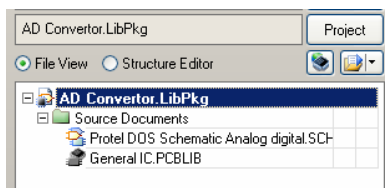

图 5.39 添加的两个文件
(16)在“打开”对话框的“文件类型”下拉列表中选择“Any File *.*”,然后按住“Ctrl”键,选择导出的元件库文件“General IC.PCBLib”和“Protel DOS Schematic Analog digital.SchLib”,单击“打开”按钮,将这两个文件添加到集成元件库项目中,如图 5.39 所示。